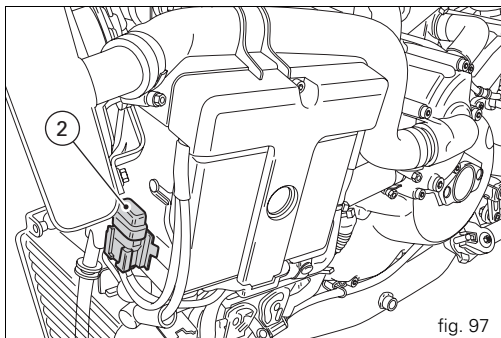

fig. 97
**Régulateur électronique**, protégé par un fusible de **30 A** placé à côté de la batterie (2, fig. 97).